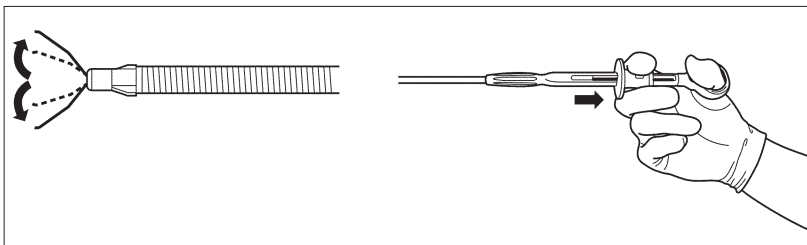

Рис. 3.8
2. Медленно потяните ползунок на себя для открытия бранш клипса (см. рис. 3.8).